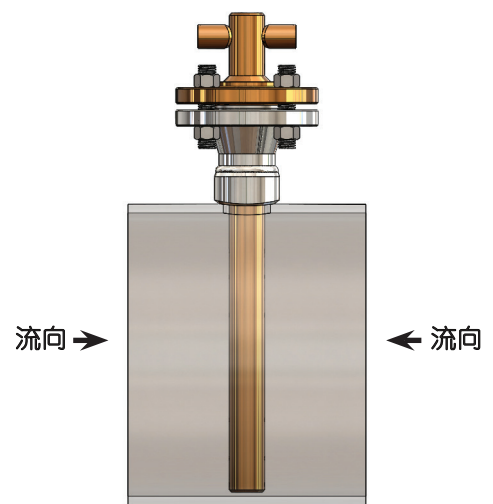

图 5.流体方向
- 安装探头时应在法兰之间装入垫片，并确保探头上的 "Flow" 箭头与流向一致（图 5）。应加紧螺母直至垫片完全压紧（垫片厚度应约为 3mm [1/8"]）。